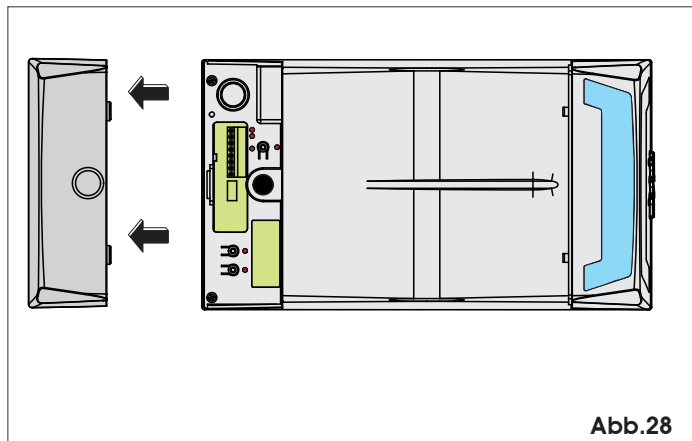

Abb.28
**☞** Der SET UP-Zyklus ist bei montiertem Kunststoffgehäuse auszuführen. Einfach die hintere Klappe abnehmen (Abb. 28).